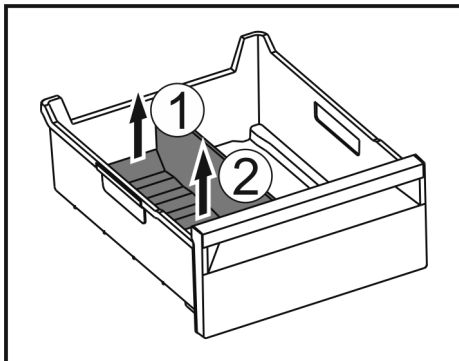

Fig. 74
- ▶ Приподнимите переднюю часть разделителя отделения для льда. Fig. 74 (1)
- ▶ Извлеките те разделитель отделения для льда движением вверх. Fig. 74 (2)